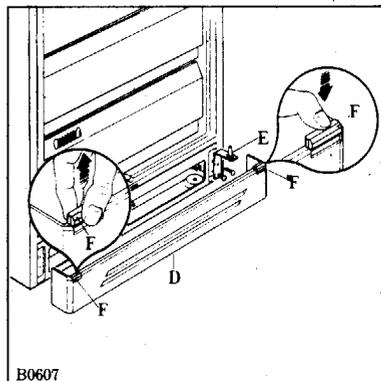

Abb. 2
- 2) Entlüftungsgitter (D-Abb. 2) abnehmen.
- 3) Unteres Scharnier (E-Abb. 2) abschrauben.
- 7) Unteres Scharnier (E-Abb. 2) auf gegenüberliegende Türseite montieren und mittels der vorher entnommenen Schrauben befestigen.
- 8) Abdeckung (F-Abb. 2) vom Entlüftungsgitter entfernen. Dazu Abdeckung in Pfeilrichtung ziehen und auf die gegenüberliegende Seite wieder aufstecken.